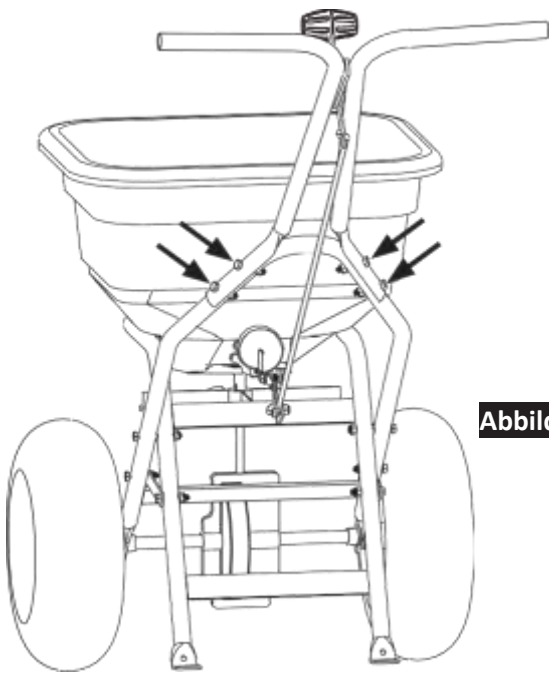

Abbildung 10
10. Befestigen Sie die Handgriffkonstruktion am Gestell unter Verwendung von (4) 1/4 x 1-1/2" Schrauben und 1/4" Nylon-Feststellmuttern, wie in Abbildung 10 angezeigt.